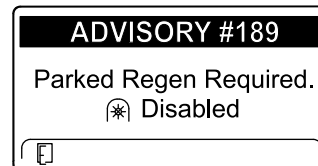

Figure 42
- Si vous n'effectuez pas de régénération en stationnement dans les 2 heures, l'InfoCenter affiche qu'une régénération en stationnement est nécessaire – prise de force désactivée AVIS N° 189 (Figure 42).